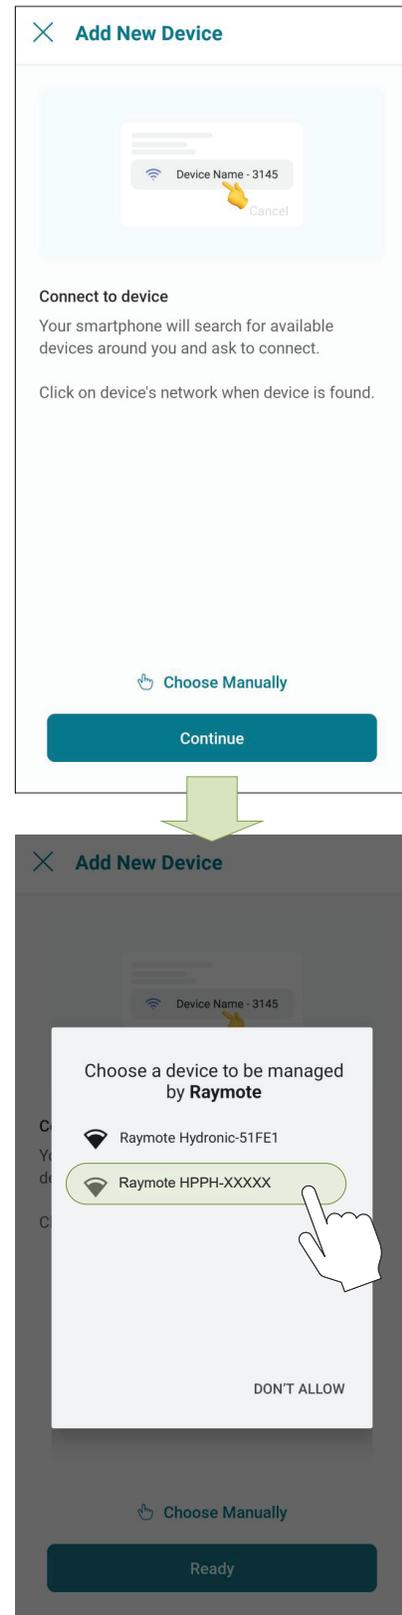

Figure 100. Connexion avec un téléphone mobile Android
5. **Sur Android:** Selon votre configuration, un ou plusieurs appareils apparaîtront dans l'application. Sélectionnez l'identifiant de réseau qui correspond à votre appareil, comme indiqué en Figure 100.